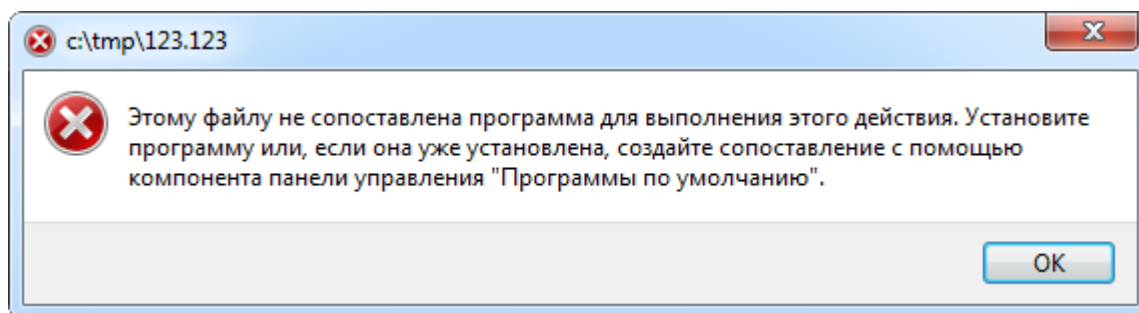

Рис. 8-18 – Предупреждающее сообщение
Если с документом не ассоциировано ни одно приложение, выдается предупреждающее сообщение о невозможности открыть документ (рис. 8-18). При этом файл на диске не сохраняется.
6) Файл открывается на редактирование в ассоциированном с ним приложении. Если с файлом не ассоциировано ни одно приложение, выдается предупреждающее сообщение (рис. 8-18).
7) Если выбранный документ уже редактируется пользователем, то при нажатии кнопки «Редактировать» документ открывается из пути редактирования в ассоциированном приложении. Если с файлом не ассоциировано ни одно приложение, выдается предупреждающее сообщение (рис. 8-18).